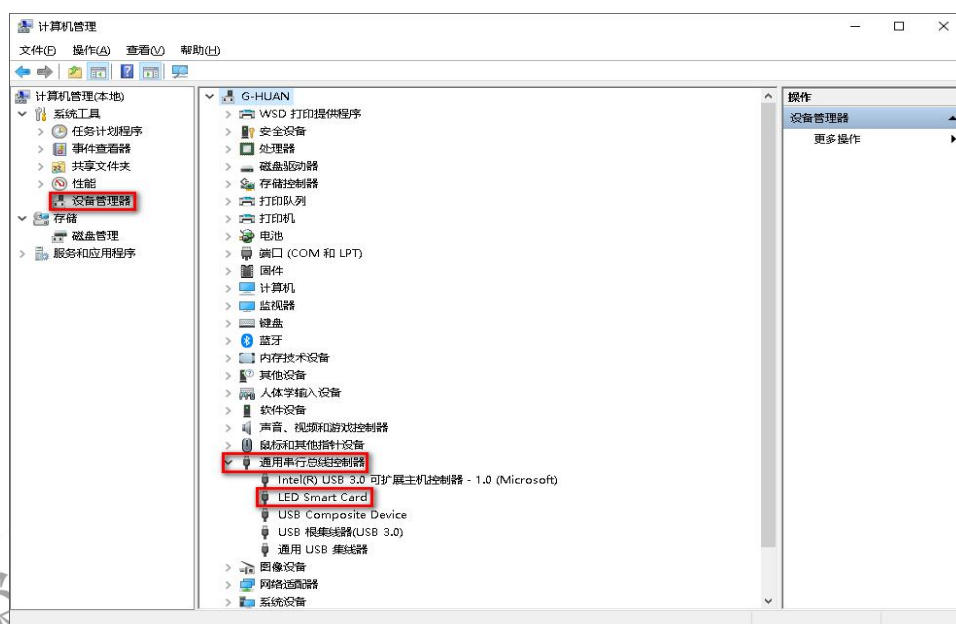

图 8 LEDSmartCard 驱动图
(1) 硬件连接后, 软件不能读到发送卡, 可以进行以下操作:
- ① 重新插拔 USB 线。
- ② 检查 USB 线及电脑 USB 接口。
- ③ 重新安装调试软件 (包含 USB 驱动)。
- ④ 重启或更换发送卡。
(2) 判断发送卡是否安装好驱动: 打开电脑设备管理器, 在通用串行总线控制器中看是否有 LEDSmartCard 设备, 如图 8 所示。